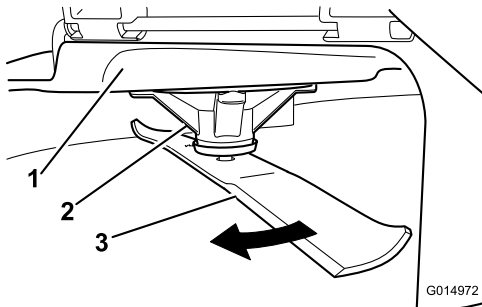

Figura 76
2. Purtați mâinile cu protecție corespunzătoare sau alte protecții adecvate pentru mâini și roți încet lama într-o poziție care vă permite să măsurați distanța dintre marginea de tăiere și suprafața uniformă pe care se află maina (Figura 76).